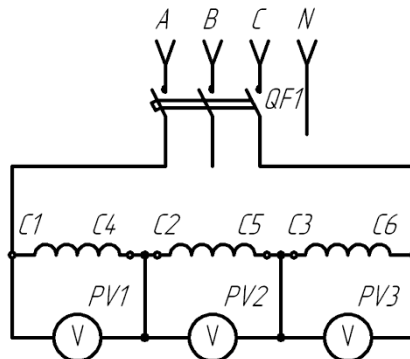

Рис. 4. Определение выводов обмоток методом сравнения напряжений по схеме открытого треугольника
6. Собрать схему (рис. 4) и определить начала и концы обмоток фаз методом сравнения напряжений.